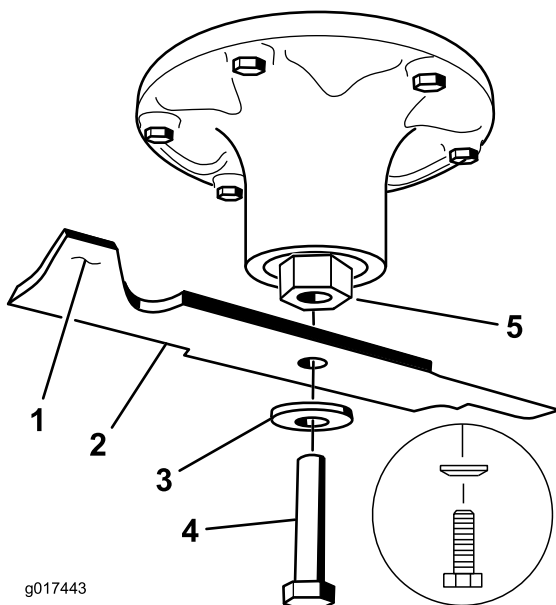

Bild 78
2. Entfernen Sie die Messerschraube, Wellenscheibe und das Messer von der Spindelwelle (**Bild 78**).
- Setzen Sie das Messer auf die Spindelwelle (Bild 78).
- Setzen Sie die Wellenscheibe und die Messerschraube ein (Bild 78).